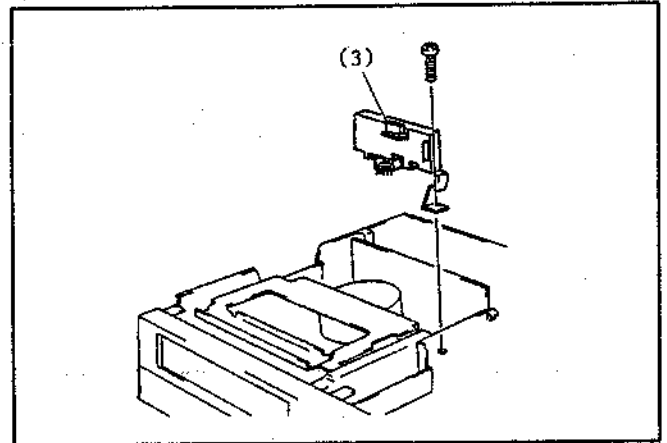

Abb. 4-5 Vorverstärker-Leiterplatte
5. Vorverstärker-Leiterplatte (Abb. 4-5)